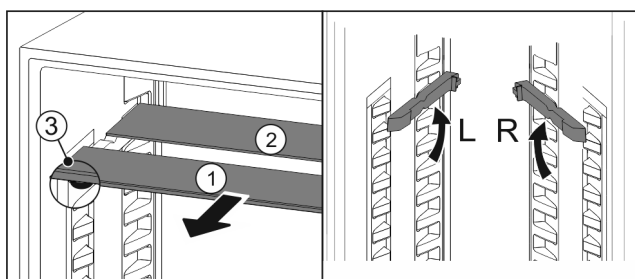

Fig. 196
- Tërhiqni një nga një pllakat e xhamit nga përpara Fig. 196 (1).
- Pllaka e xhamit Fig. 196 (1) me kornizën ndodhet përpara.
- Ndaluesit Fig. 196 (3) janë të drejtuar për poshtë. Pajisjet me dhomë ngrirjeje:*